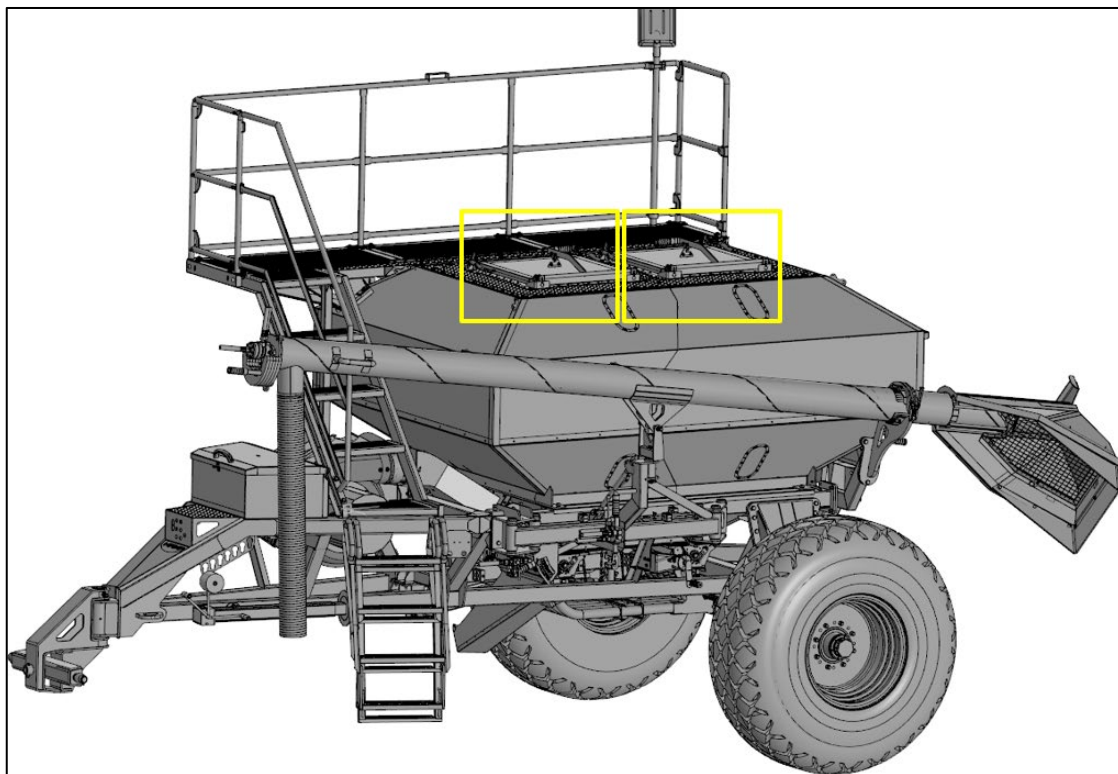

Рисунок 52 – Крышки бункера
6.2.15 Плотно закрыть крышки бункера, рис. 52.